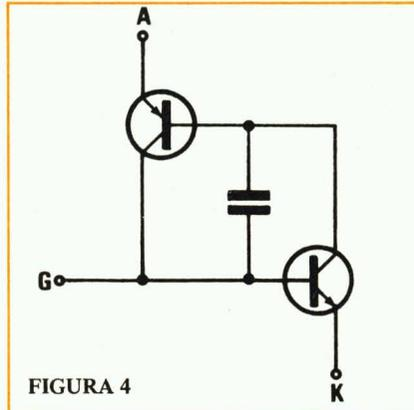

FIGURA 4
2) — **Disparo pela variação excessivamente rápida da tensão:** Este efeito, conhecido como efeito da velocidade, deve-se à capacitância da junção, inicialmente polarizada no sentido inverso. O nosso modelo de dois transistores fica, neste caso, com a configuração da figura 4. Com uma aplicação brusca da tensão, fazemos passar uma certa corrente dV/dt , pelo capacitor. Se esta corrente for suficiente para estabelecer a condição de disparo, o SCR conduz, mesmo que I_G (corrente de porta) seja nula. Se considerarmos que, quanto maior a área da junção, maior é a capacitância, o efeito da velocidade seria mais acentuado nos tiristores de potência.